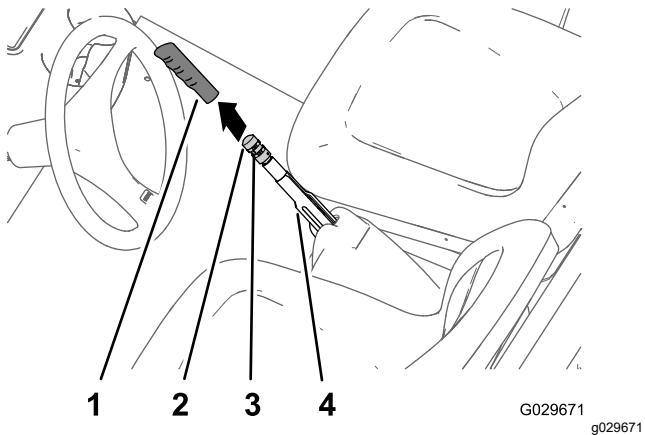

Figura 49
1. Retire la empuñadura de la palanca del freno de estacionamiento (Figura 49).
2. Afloje el tornillo de fijación que sujeta el pomo de ajuste del freno a la palanca del freno de estacionamiento (Figura 49).
3. Gire el pomo de ajuste del freno hasta que se requiera una fuerza de 133–156 N (30–35 lbf) para accionar la palanca de freno de estacionamiento (Figura 49).
4. Apriete el tornillo de fijación e instale la empuñadura (Figura 49).
2. Afloje el tornillo de fijación (Figura 49) que sujeta el pomo de ajuste del freno a la palanca del freno de estacionamiento, quite el freno de estacionamiento y afloje el pomo de ajuste del freno.
5. Gire el pomo de ajuste del freno (Figura 49) hasta que se requiera una fuerza de 133–156 N (30–35 lbf) para accionar la palanca de freno de estacionamiento.
- C. Gire el pomo de ajuste del freno (Figura 49) hasta que se requiera una fuerza de 133–156 N (30–35 lbf) para accionar la palanca de freno de estacionamiento.
- C. Gire el pomo de ajuste del freno (Figura 49) hasta que se requiera una fuerza de
- Apriete el tornillo de fijación e instale la empuñadura (Figura 49).